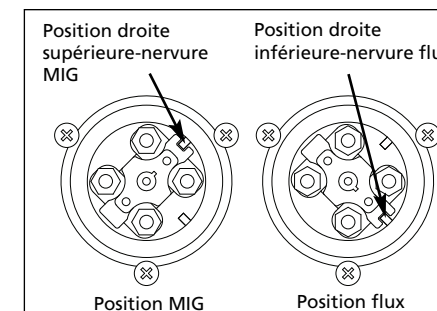

Figure 4c
- Retirer la barre-omnibus de polarité et tourner de 90°. Réinsérer en alignant la rainure avec la bonne nervure sur la boîte de polarité. La nervure droite supérieure marque la position MIG tandis que la nervure droite inférieure marque la position de flux. (Voir la figure 4c.)